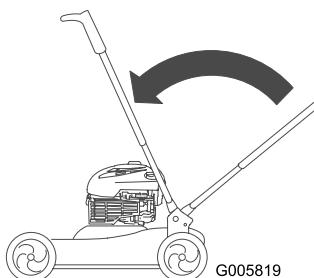

Figura 46
- Sollevare la stegola in posizione verticale (Figura 46).